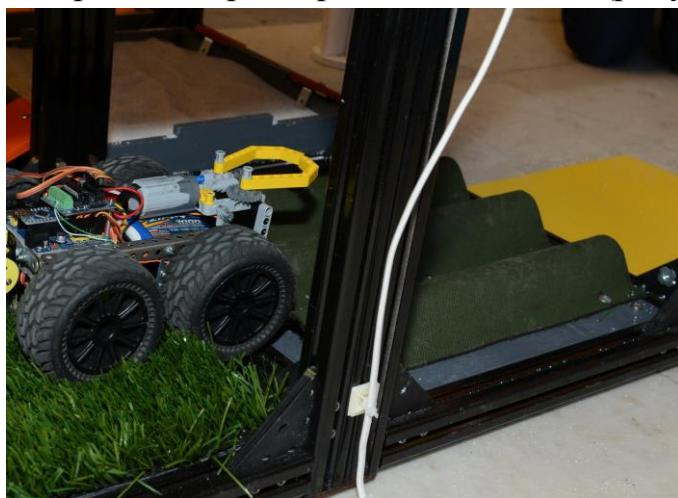

Рисунок 12 - «Крыша»
- 1.5.12. **Крыша** – участок, представляющий собой отрезок кровельного листа (ондулина), с габаритными размерами 360x360x40 (рисунок 12).